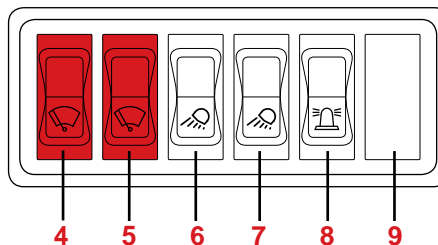

Fig. 25
L'essuie-glace et le lave-glace s'activent en actionnant les interrupteurs à bascule à droite à côté du siège du conducteur dans le toit de la cabine pos. 4 et 5 (Fig. 25).